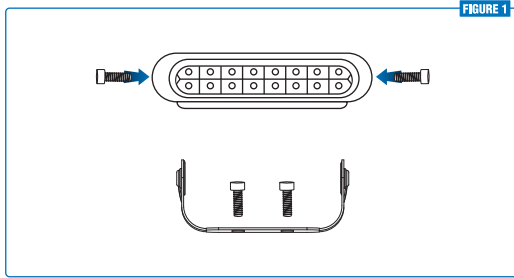

FIGURE 1
- 2 Sélectionner le style de montage. **Voir la Figure 1.**
**Voir la Figure 1.**